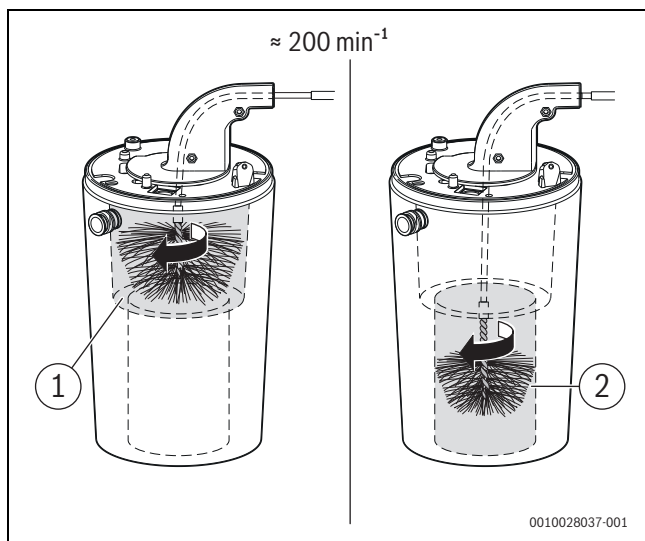

Bild 133 Wärmeblock reinigen (ca. 200 min⁻¹, nur Rechtslauf)
- ▶ Mit kleiner Bürste für den unteren Bereich wiederholen (→ Bild 133, [2]).